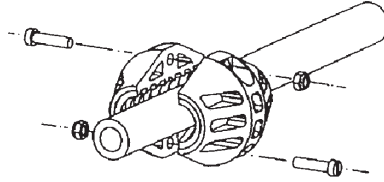

Fig. 7
2. Remove the hose stop (fig. 7).
2. Desserrez et retirez la butée d'arrêt du flexible (fig. 7).
2. Afloje entonces el tope de manguera y desmóntelo (fig. 7).